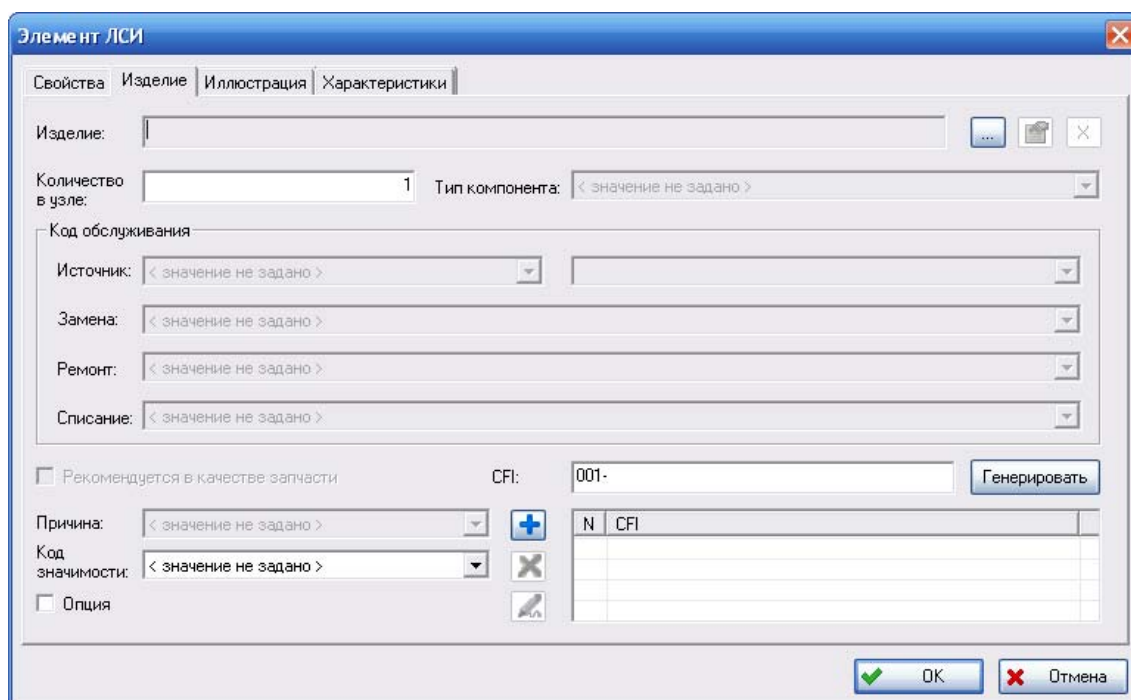

Рис. 4-39. Внешний вид диалогового окна «Элемент ЛСИ» в программе LSS2
2. В диалоговом окне **Элемент ЛСИ** перейдите на вкладку **Изделие** (рис. 4-39). Внешний вид окна зависит от версии программы LSS, в которой Вы работаете.